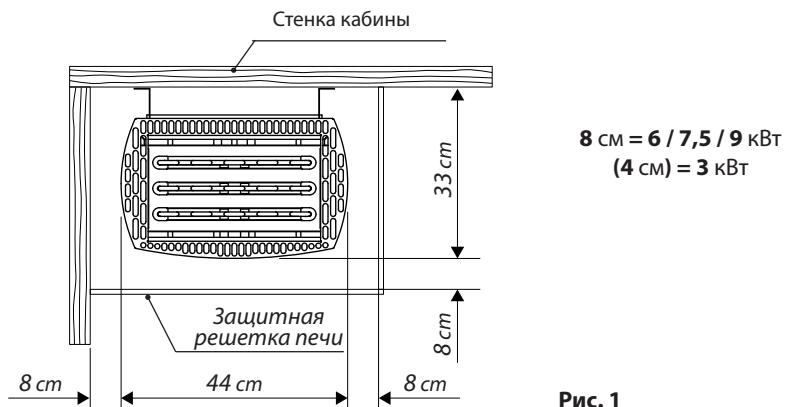

Рис. 1
- Боковые расстояния (по горизонтали) между нагревательным прибором и стенкой кабины, а также защитной решеткой печи, полкой и другими воспламеняемыми материалами указаны на рис. 1.